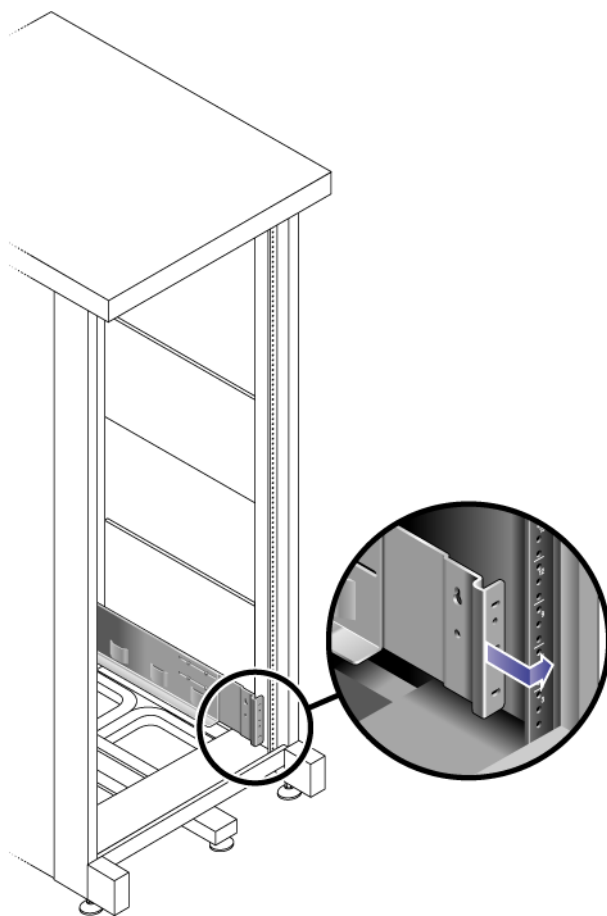

図 2-28 キャビネット背面でのレールの長さ調節
5. キャビネット背面で、レールの長さをキャビネットに合わせて調節し、レールの縁をキャビネットレールの面にかぶせて設置します (図 2-28)。